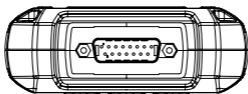

Abbildung 2.1.2
7. DB15-Stecker: Der Stecker dient zum Anschließen des OBD-II-Diagnosekabels und des Batterietestkabels. (Siehe Abbildung 2.1.2)